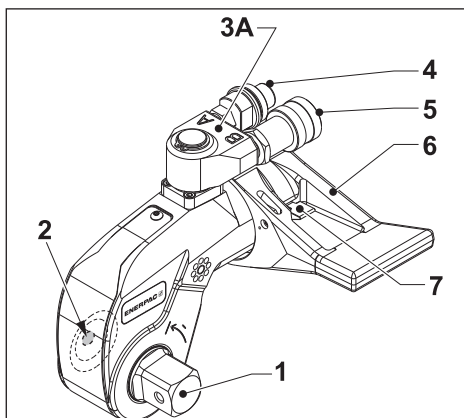

Fig. 1
3.1 Oversikt og funksjoner (Fig. 1 eller 2)